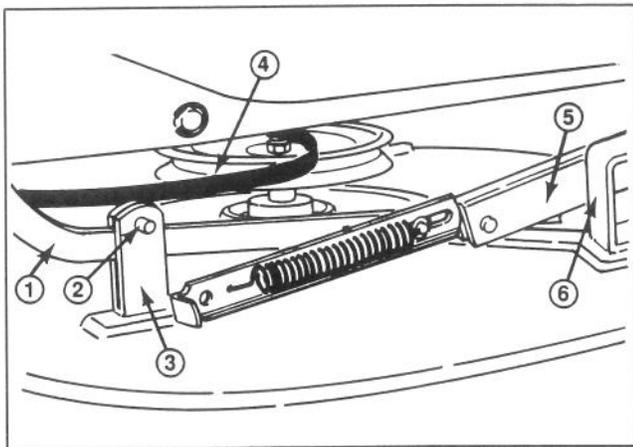

Abbildung 23
3. Sicherstellen, daß die Schnitthöhe auf der niedrigsten Stellung ist. Das Mähwerk so positionieren, daß die parallelen Verbindungen symmetrisch zu den vorderen Haltelaschen an beiden Seiten stehen, dann die Splints von innen nach außen durch die Löcher der Laschen einführen (Abb. 23).
4. Den Treibriemen des Mähwerks auf die Laufscheibe der Antriebsspindel auflegen, dann die Rückseite des Mähwerks anheben und die rückwärtigen Aufhängeprofile so stellen, daß sie soeben über der Oberseite der Splints, die aus der Gelenkstange hervorragen (Abb. 23), zur Ruhe kommen. Sicherstellen, daß der Treibriemen der Laufscheibe am Motor aufgelegt wird.